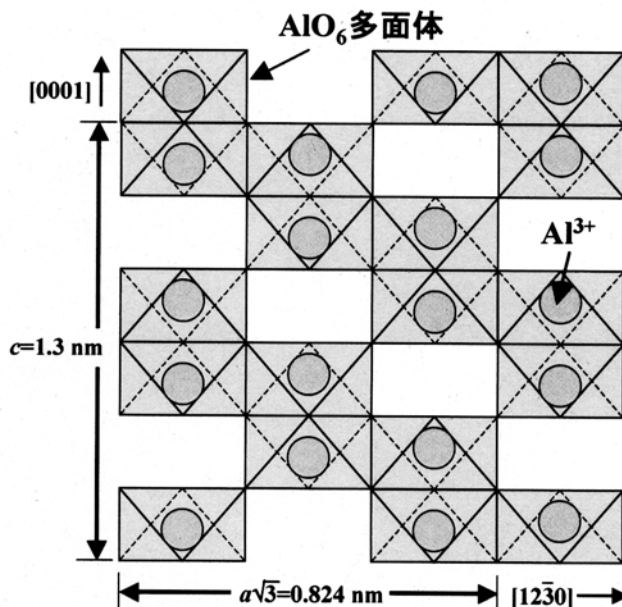

図 1-1 コランダムの結晶構造の模式図。
コランダムの結晶構造の模式図を図 1-1 に示す。この構造では、 O^{2-} は①充填をしている。 Al^{3+} はその②間隙の3つの中の③の位置を占めている。 Al^{3+} の並んだ面は、このように空の陽イオン位置を持つため、その配列の積層方向の周期は④となる。一方、 O^{2-} の並んだ面は①充填をしているので、積層方向の周期は⑤となる。そのため、結晶構造全体は⑥層の繰り返し周期を持つことになる。下の模式図は⑦面投影図に相当し、 AlO_6 多面体同士のつながり方が良くわかる。この構造中には AlO_6 多面体同士に3種類のつながり方、⑧、⑨と⑩が存在する。